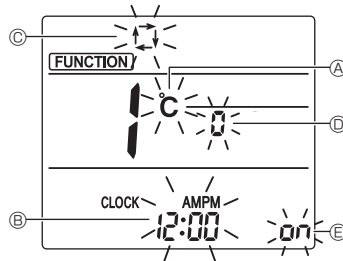

Fig. 6-6
L'écran Réglage de l'affichage s'affiche. (Fig. 6-6)
6.8.2. Changement de l'unité de température (Fig. 6-6 Ⓐ)
- Appuyez sur la touche ⑤.
- À chaque pression sur la touche ⑤, le réglage change entre **°C** et **°F**.
6.8.3. Changement de l'affichage de l'heure (Fig. 6-6 Ⓑ)
- Appuyez sur la touche ⑥.
- À chaque pression sur la touche ⑥, le réglage change entre et .
6.8.4. Changement du mode AUTO (Fig. 6-6 Ⓒ)
- Appuyez sur la touche ⑦.
- À chaque pression sur la touche ⑦, le réglage change entre et .
6.8.5. Changement du n° de paire (Fig. 6-6 Ⓓ)
- Appuyez sur la touche ④.
- À chaque pression sur la touche ④, le n° de paire 0-3 change.